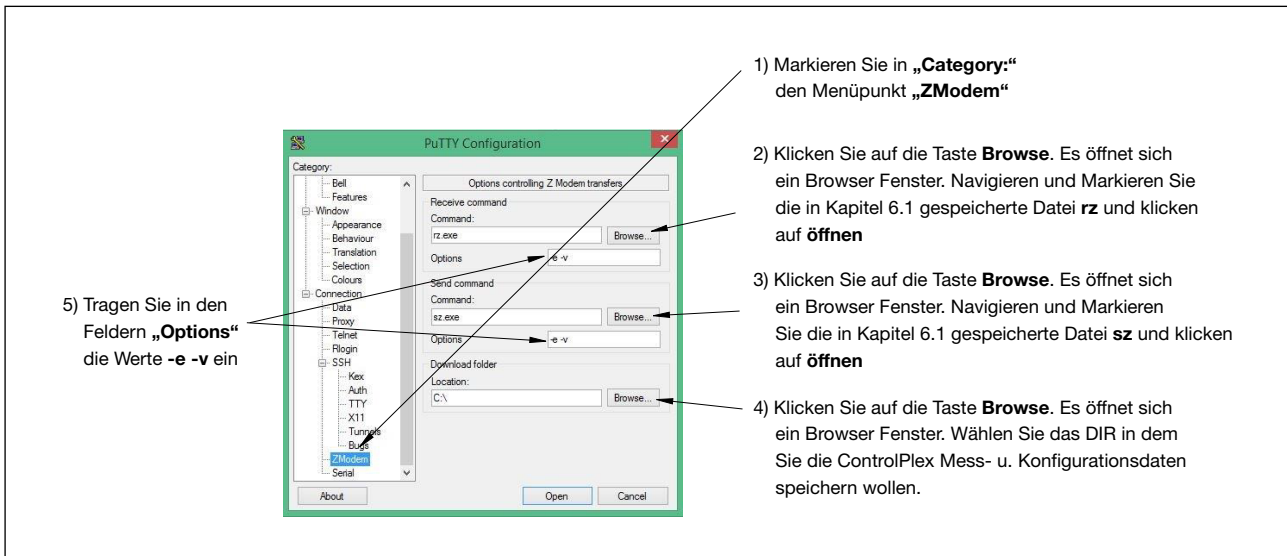

Abbildung 8; ZModem Konfiguration LePuTTY
2. Konfigurieren Sie die ZModem Einstellungen, siehe Abbildung 8 unten. Führen Sie die Schritte 1 bis 5 neben der Abbildung rechts und links aus.